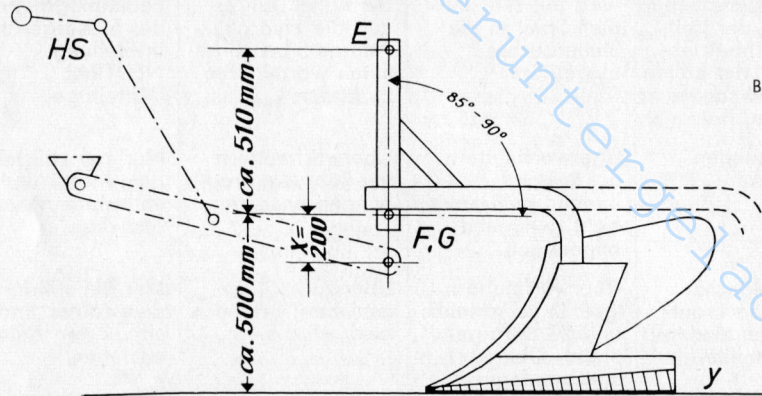

Bild 14
B. Forderungen, die an das Arbeitsgerät für Regelhydraulik gestellt werden (s. Bild 14):